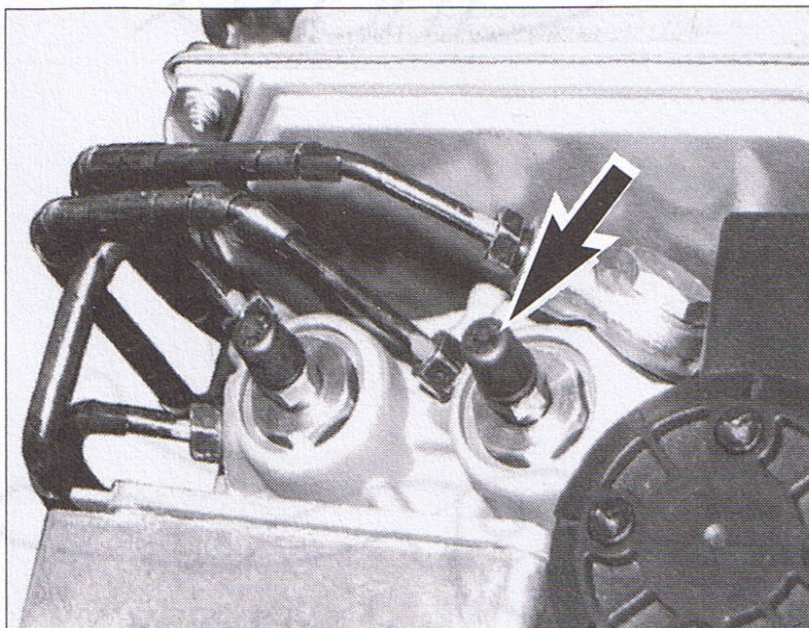

Bild 51
⚠ Bei Maschinen mit **ABS** zuerst den Leitungszug zum Druckmodulator entlüften (Bild 51):
- Entlüfterschraube VR (Pfeil Bild 51) mit Schlauch versehen und eine halbe Umdrehung öffnen.